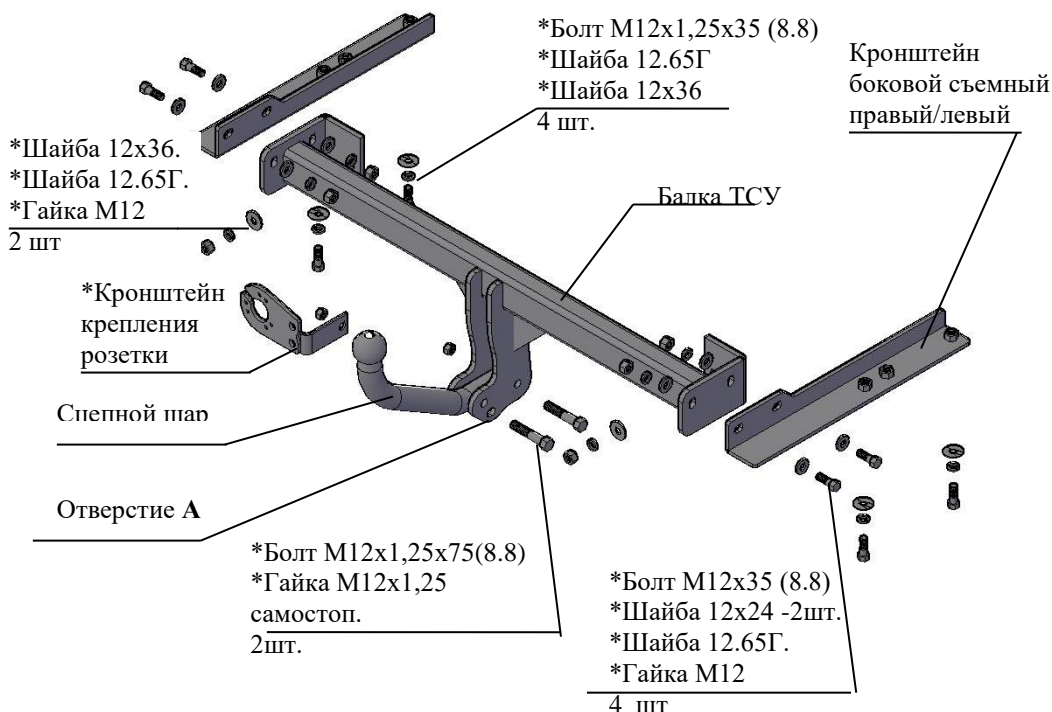

Рис.1 Тягово-сцепное устройство 9450
2.1 ТСУ 9450 в сборе (рис.1)	1 шт.
2.2 Пакет с комплектующими (см. рис.1)	1 шт.
- 4.3 Установить боковые съемные кронштейны ТСУ (правый и левый соответственно рис.1) внутрь лонжеронов а/м закрепить к нижним полкам болтами М12х1,25х35, (используя приварные гайки), под головки болтов подложить шайбы 12.65Г и шайбы 12х36. Крепеж не затягивать.